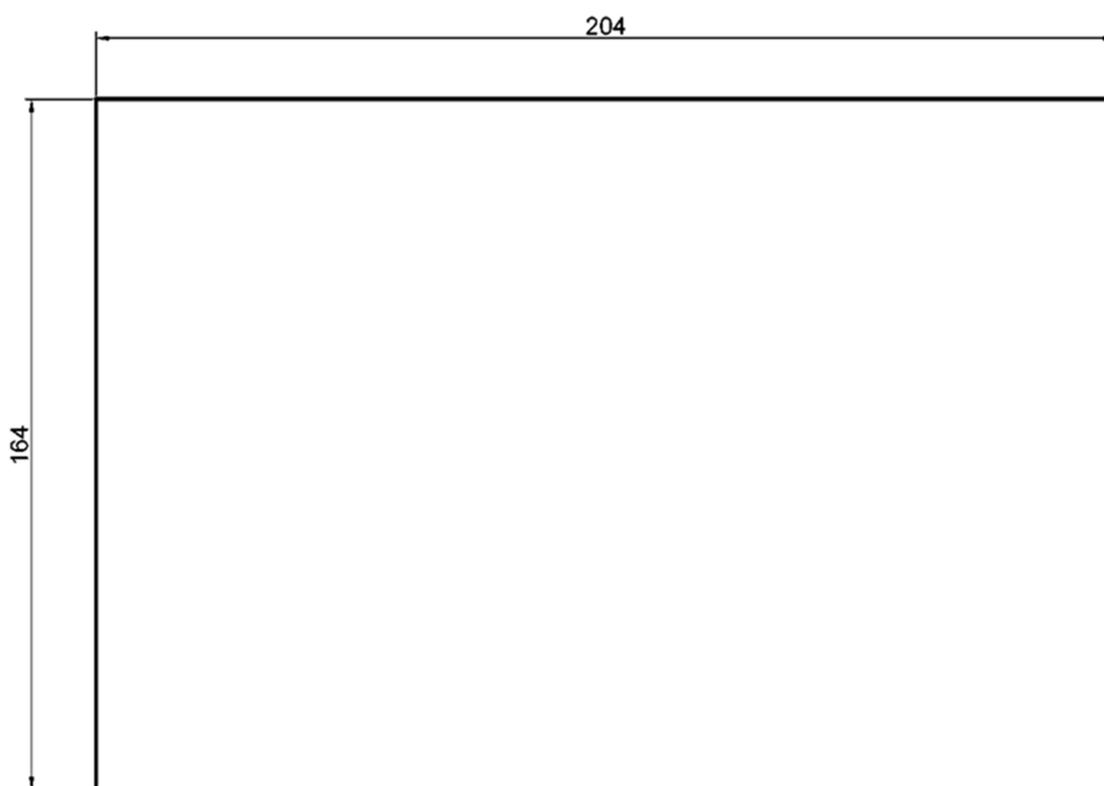
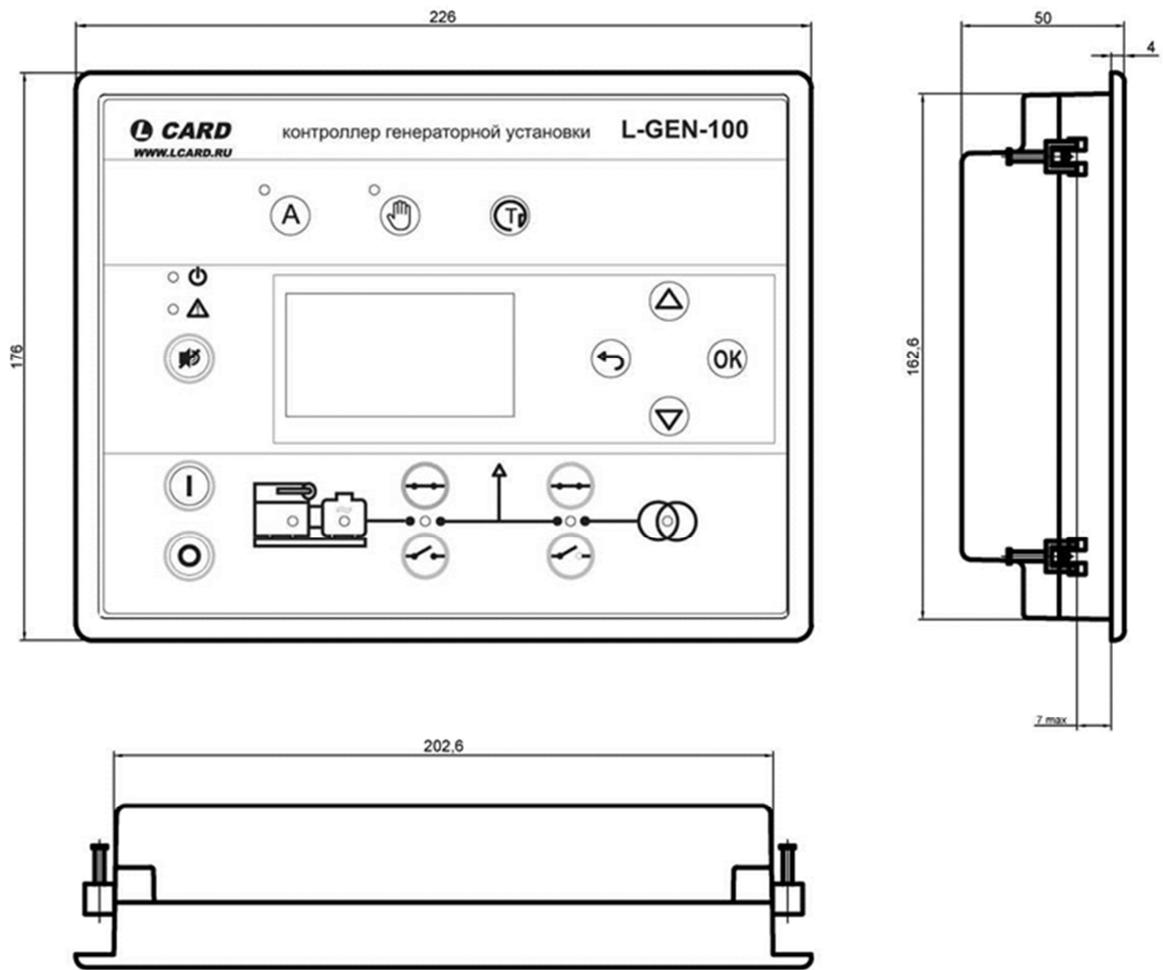

Рисунок 3 – Вид и размеры монтажного выреза
Рисунок 4 – Габаритные размеры контроллера
6.2.1 Контроллер можно установить на любую плоскую поверхность толщиной от 1 до 7 мм. Как правило, контроллер устанавливается на крышку шкафа управления ДГУ. Поэтому в крышке или на любой другой поверхности должен быть предусмотрен монтажный вырез. Размеры монтажного выреза 204 x 164 мм (рисунок 3), допуск – +0.4мм/-0мм. Габаритные размеры контроллера 226 x 176 x 50 мм. (рисунок 4).